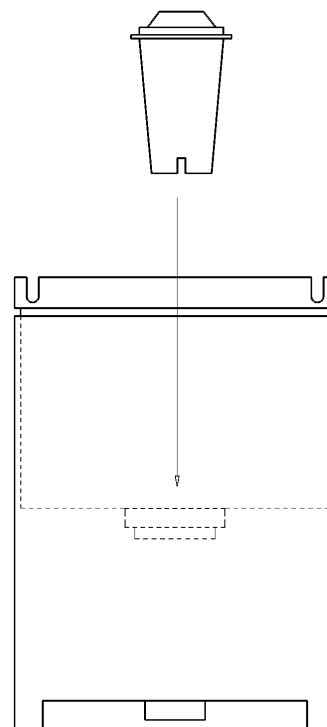

Fig. 6
- Enlever l'emballage et immerger le filtre dans de l'eau froide pendant une demi-heure; ensuite, l'introduire solidement dans le trou de la réserve prévu à cet effet (fig. 6).